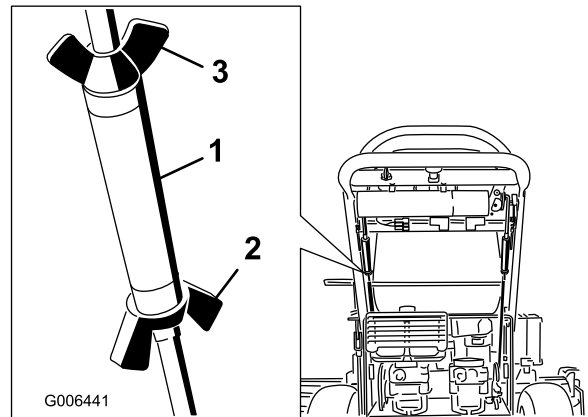

Bild 45
2. Lösen Sie die Flügelmuttern an der rechten Steuerstange und drehen Sie die Spannschraube rein oder raus, um sicherzustellen, dass der Steuerhebel in der arretierten Neutral-Stellung zentriert ist. Befestigen Sie die Spannschraube mit der Flügelmutter (Bild 45).
3. Lösen Sie die Flügelmutter an der linken Steuerstange und drehen Sie die Spannschraube hinein oder heraus, um die Spurweite zu verstellen. Befestigen Sie die Spannschraube mit der Flügelmutter (Bild 45).